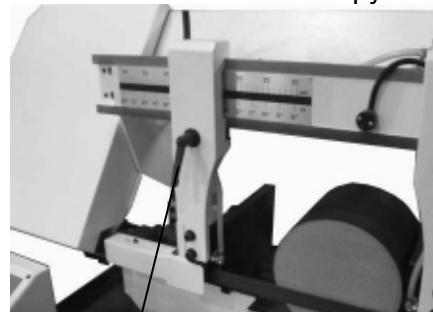

Рис.8
Сначала ослабьте рукоятку (A), Рис.8. Передвигните левую опорную направляющую в требуемое положение. Затяните рукоятку (A).